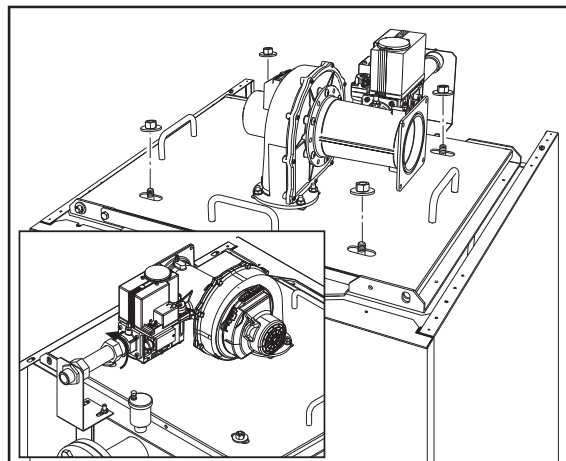

fig. 43
3. Togliere i quattro dadi e rondelle (fig. 43).
4. Svitare la connessione gas (riquadro di fig. 43).
Serrare accuratamente i 4 dadi (fig. 43).